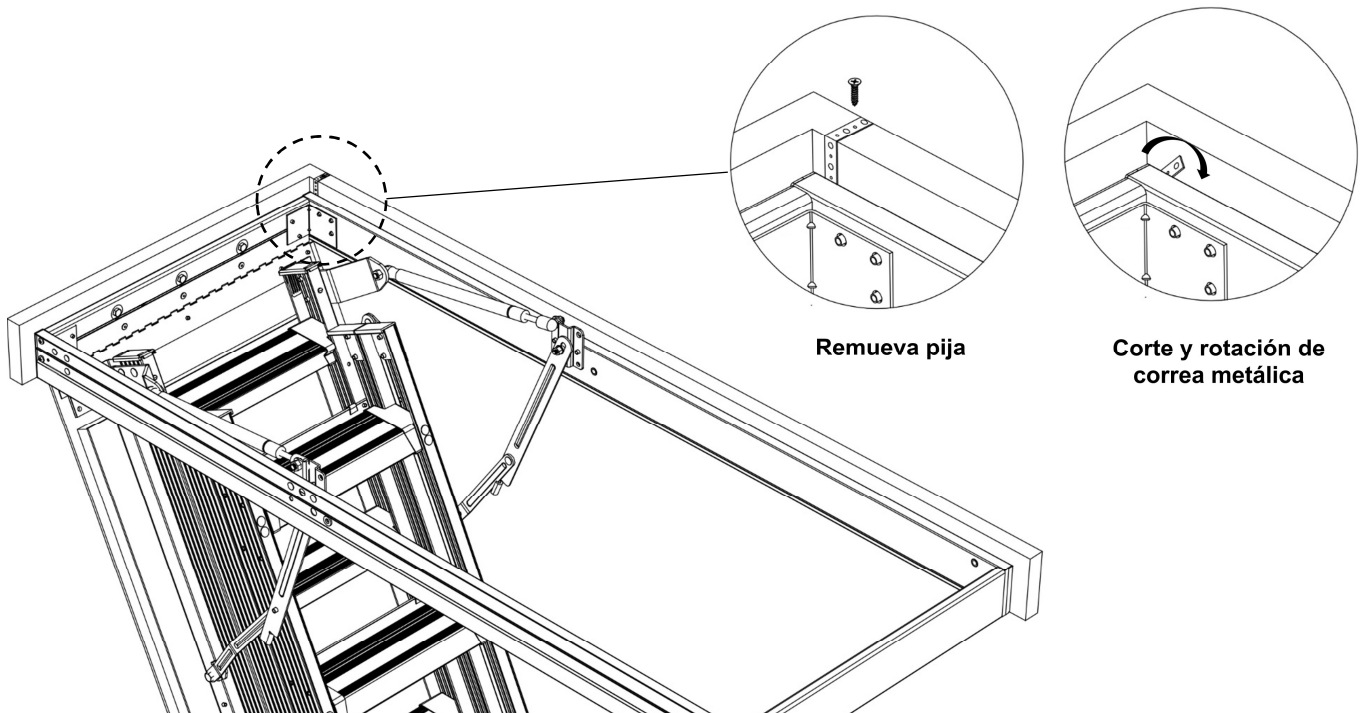

FIGURA 24 : REMOVIENDO MATERIAL EXCEDENTE DE LAS CORREAS METÁLICAS
T. Instalador #2: Con el marco de aluminio de la escalera de ático asegurado y la puerta abierta, remueva las pijas para madera de las correas metálicas. Corte las correas lo más cerca posible al marco de aluminio. Tenga cuidado con los bordes afilados. Gire el material excedente de la correa metálica hacia abajo entre el marco de aluminio y la abertura de techo para eliminar un posible punto de atrapamiento. Ver **Figura 24**.